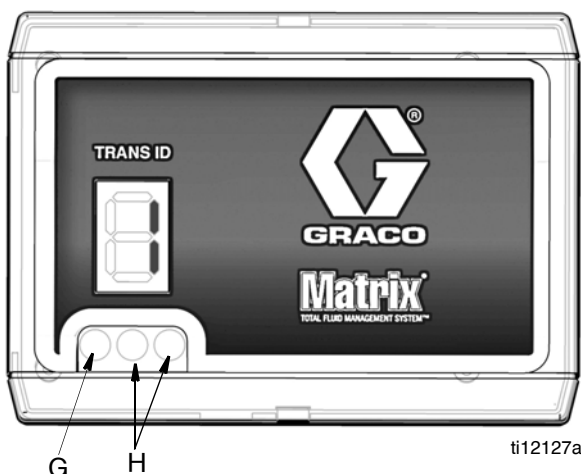

Рис. 7
4. Зажжется зеленый индикатор питания (G), указывающий, что приемопередатчик включен. См. Рис. 7.